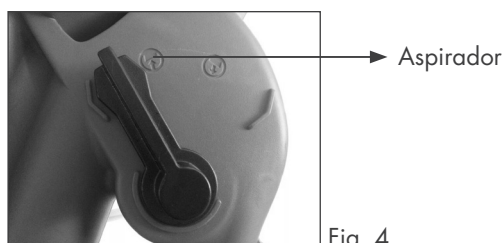

Fig. 4
Modo aspirador (Fig. 4)
- Segure a máquina como mostrado na Fig. 4, inclinando ligeiramente o tubo Soprador/Aspirador, e use uma acção de varredura para recolher detritos leves, com aproximadamente 50 mm de distância entre a abertura do tubo Soprador/Aspirador e o chão ou terra a serem limpos.